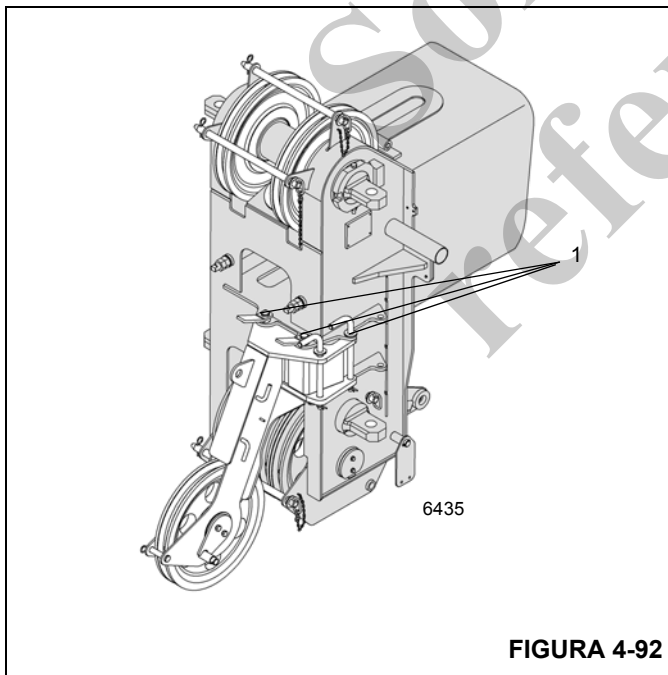

FIGURA 4-92
En la posición de trabajo, la punta de la pluma de polea única auxiliar está colocada delante de la cabeza de pluma principal y está fijada con tres pasadores (1) (Figura 4-92).